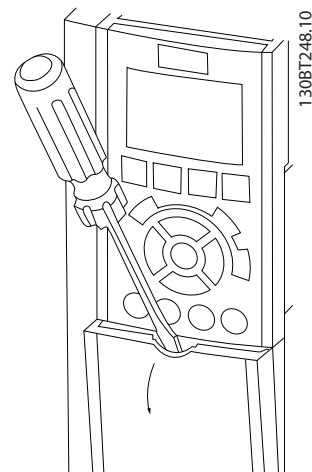

Bild 2.14 Åtkomst till styrkablar för A2-, A3-, B3-, B4-, C3- och C4-kapslingar
- Ta bort skyddsplåten med en skruvmejsel. Se Bild 2.14.